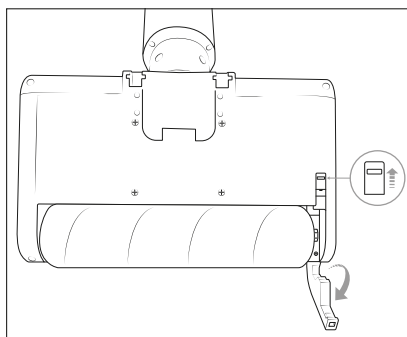

Fig. 12
- 2) Avec le doigt, faites glisser vers l'avant le dispositif de déverrouillage situé sur la partie inférieure de la tête de nettoyage **7**. Rabattez ensuite le support latéral de la brosse cylindrique **12** vers le bas (voir fig. 12).